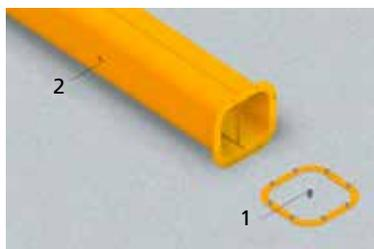

Abb.25
- Falls das Kabel 1 aus dem im Sockel vorbereiteten Rohr austritt, ist das Kabel direkt in die Säule einzuführen, bis es das Loch 2 an der Spitze der Säule erreicht. (Abb. 25)